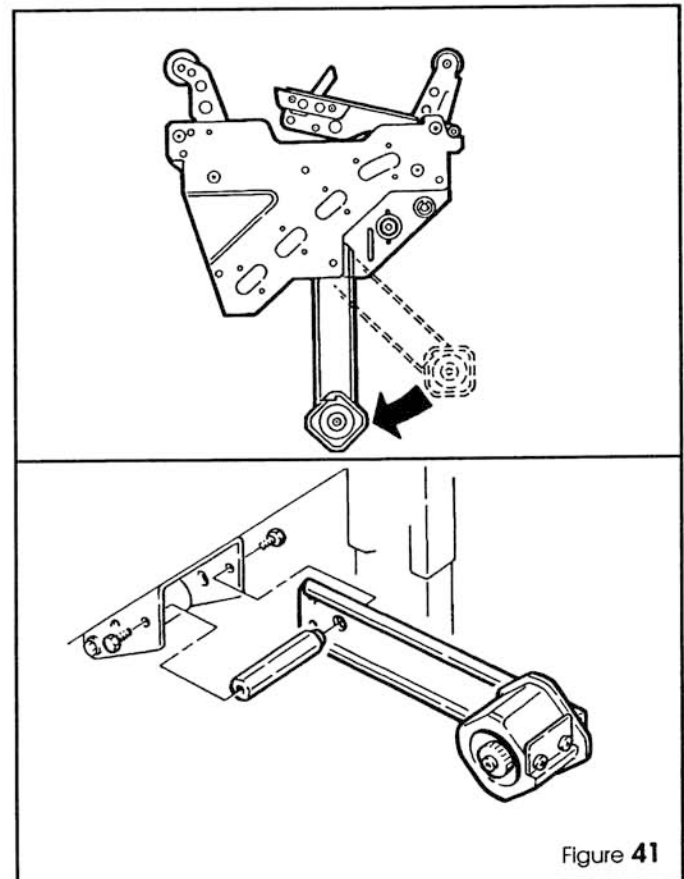

Figure 41
- 4 - Installeer de steunarm met plakbandafwikkelrol in de uitsparing onder aan het freem en zet het geheel met schroeven vast. Zie figure 41.